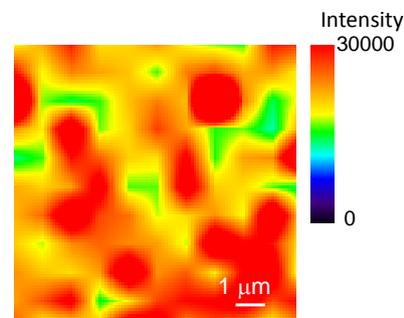
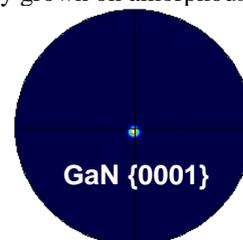

Fig. 1 Raman mapping of the G' band integrated intensity for the graphene directly grown on amorphous SiO2.
Fig. 2 EBSD {0001} pole figure for GaN on SiO2 with the graphene buffer layer.
**結果と考察** Fe 触媒層を除去したカーボン膜/合成石英基板のラマンスペクトルを測定したところ、カーボンの sp2 結合に由来する G バンド(1580 cm-1)および G' バンド(2700 cm-1)が観測された。また、G' バンドに対する G バンドの強度が 2 倍以上であったことから、多層グラフェンの形成が示唆された。G' バンドのラマンピーク積分強度マッピングを行ったところ、測定エリア(10×10 μm2)全面でグラフェンの G' バンドが検出され(Fig. 1)、XRD 測定では多層グラフェンの 0002 回折ピークが明瞭に観測された。これらの結果から、本手法を用いることで合成石英基板上の全面に、高い *c* 軸配向性を有する多層グラフェンが直接形成されていることが明らかになった。このように作製した多層グラフェンをバッファ層として用い、窒化物薄膜の成長を行ったところ、EBSD 極点図測定から GaN 薄膜の *c* 軸配向成長が確認され(Fig. 2)、本手法で作製したグラフェンが GaN 薄膜成長のバッファ層として有効であることが明らかになった。